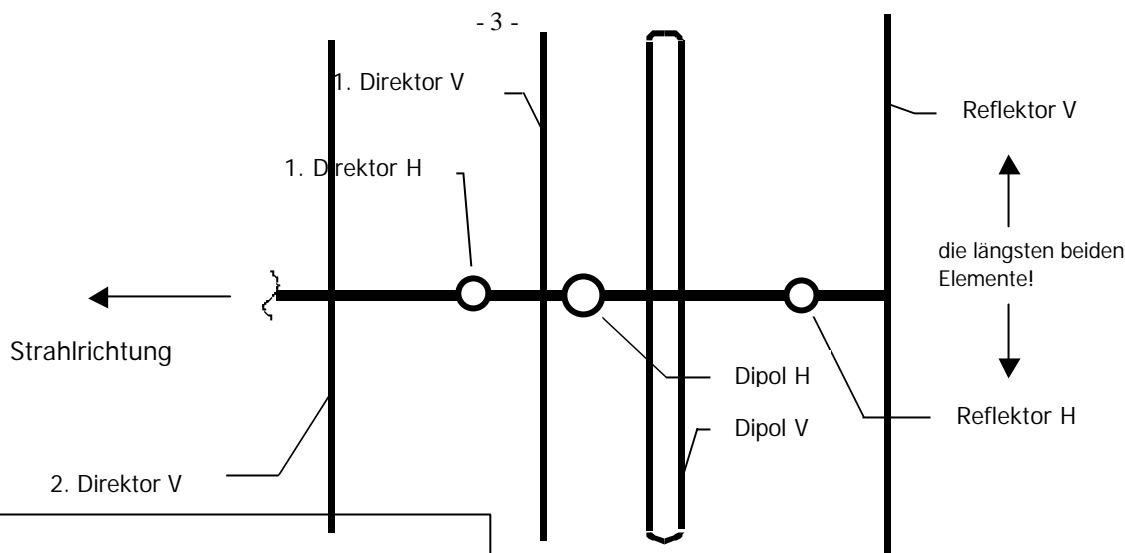

Bild 4
- Reihenfolge der Elemente: bei den 2m-Kreuzyagis wie Bild 4, bei den 70cm-Kreuzyagis wie in Bild 1.